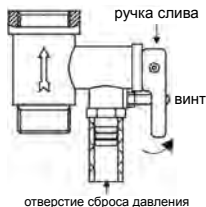

Рис. 6
4. На входной патрубок обозначенный голубым цветом и стрелкой направления течения воды накрутите предохранительный клапан так, чтобы течение воды совпадало с направлением стрелки на корпусе клапана. На отверстие сброса давления предохранительного клапана (см. рис. 6) оденьте дренажную трубку\* для отвода воды (возможно появление при нагревании) в канализацию (трубку необходимо направить строго вниз и запрещено перегибать её).
6. Чтобы слить воду из внутреннего резервуара необходимо, воспользоваться предохранительным клапаном: открутить винт ручки слива предохранительного клапана и перевести ручку слива в верхнее положение, при этом кран выхода горячей воды должен быть открыт, а кран подачи холодной воды в водонагреватель должен быть перекрыт (смотри рис. 6). Из отверстия сброса давления предохранительного клапана потечет вода. Никогда не сливайте воду, если ее температура выше 50 °С, т. к. это может привести к ожогам.